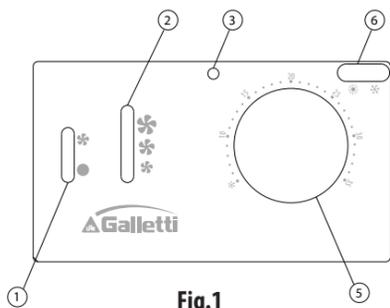

Fig.1
**EYTED2T (Fig.1):** regulador electrónico para ventilosconvectores con intercambiador simple (sistema de 2 tubos), ventilador con motor asincrónico de tres velocidades, válvula ON/OFF, conmutación VERANO/INVIERNO manual, posibilidad de lectura de la temperatura del agua para la autorización de funcionamiento de la ventilación.